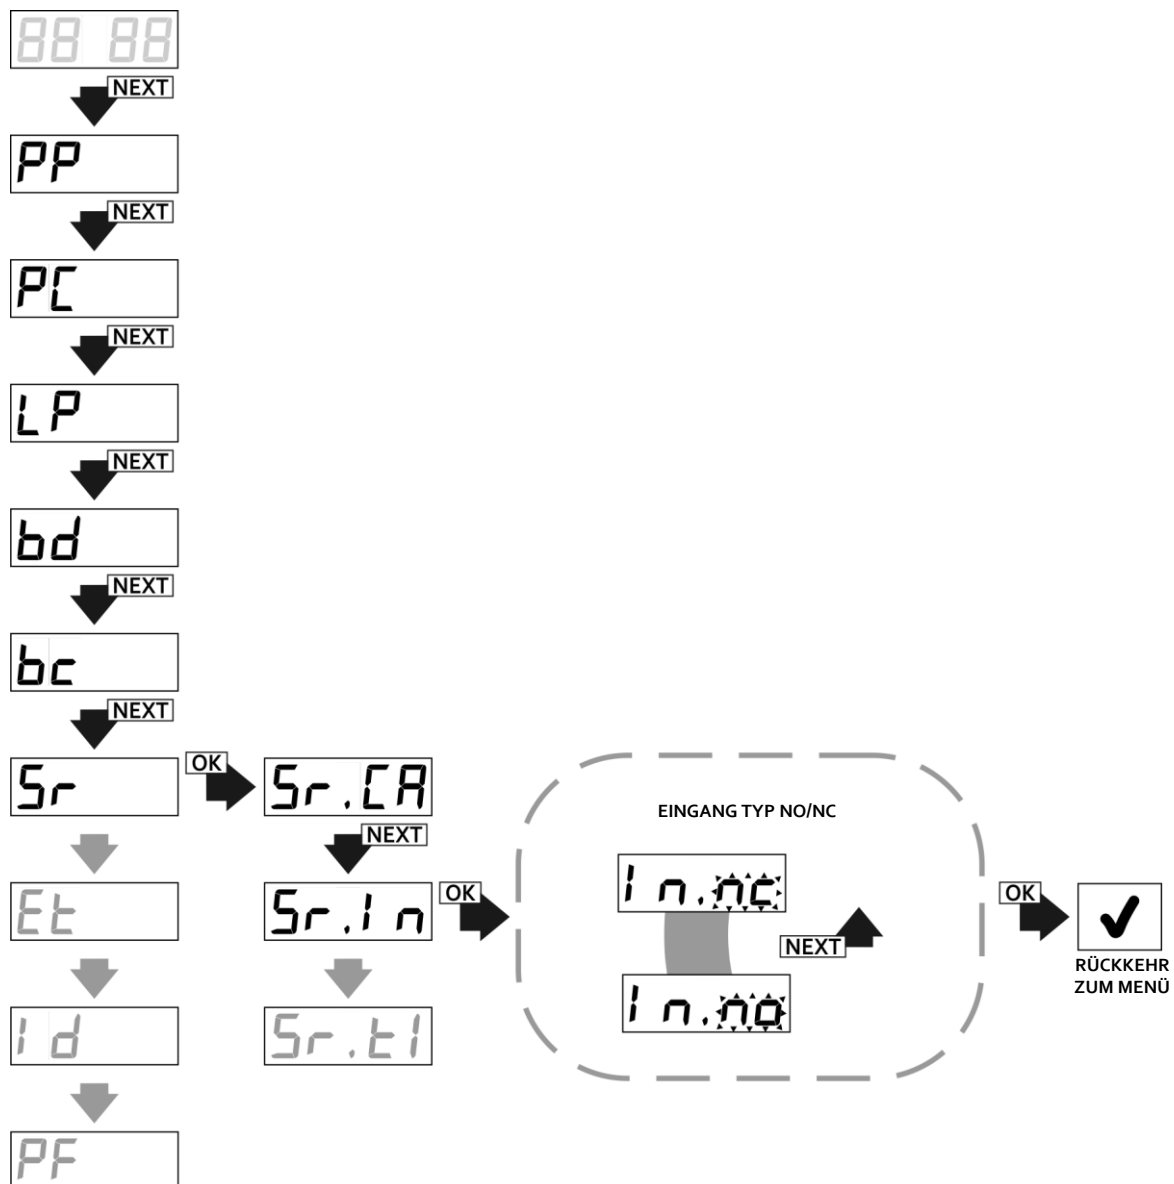

Abb. 23 Programmierung des Eingangstyps der manuellen Steuerung, Funktion Sr.In.
- die Taste OK/ESC drücken, auf der Anzeige erscheint 'In.no' (Abb.23);